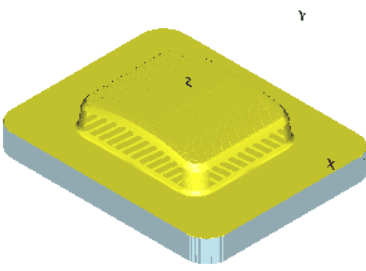

图 3-25 仿真模拟结果 (1)
7) 仿真模拟。单击“加工向导”工具栏上的“高级仿真”按钮，弹出“高级仿真”对话框，选中所创建的体积铣粗加工，单击确定按钮；在弹出的“Cimatron's Verifier”对话框中验证加工效果，如图 3-25 所示。